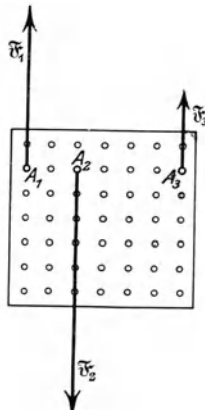

Fig. 59.
v) Stecke die drei Stifte in Löcher derselben Reihe, z. B. in das erste, dritte und siebente Loch der zweiten Reihe. Befestige mit Zwingen die Schlitten der Wagen so, daß die Schnüre den Lochreihen genau gleich laufen, die auf der Stiftreihe senkrecht stehen (Fig. 59). Herrscht Gleichgewicht? Klopfe gegen die Wagen, lies die Zeigerstellungen ab und verbessere die Ablesungen. Miß die Abstände  $A_1A_2$  und  $A_1A_3$  und zeichne den Lageplan auf Millimeterpapier.